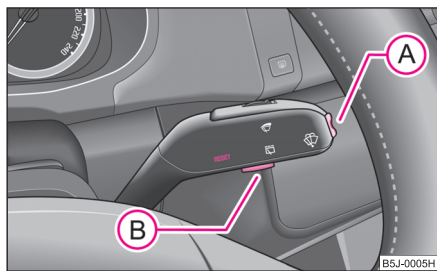

Fig. 6 Indicatorul multifuncțional: Elementele de comandă
Comutarea între cele două memorii se face de la tasta **B** ⇒ pagina 15, fig. 6.
Tasta basculantă (A) și tasta (B) se găsesc în maneta de acționare a ștergătoarelor de parbriz ⇒ fig. 6.
Dacă vreți să determinați consumul mediu de carburant într-un anumit interval de timp, trebuie să ștergeți memoria cu ajutorul tastei (B) ⇒ pagina 15, fig. 6. După ștergere, în primii 300 metri, pe display se vor afișa linii.
Pe display apare durata de deplasare de la ultima ștergere a memoriei ⇒ pagina 14. Dacă doriți să determinați durata de deplasare de la un anumit moment, ștergeți memoria apăsând tasta (B) ⇒ pagina 15, fig. 6.
Pe display apare distanța parcursă de la ultima ștergere a memoriei ⇒ pagina 14. Dacă doriți să determinați kilometri parcurși de la un moment dat, ștergeți memoria în momentul în care doriți să înceapă calcularea; ștergerea memoriei se face de la tasta (B) ⇒ pagina 15, fig. 6.
⇒ pagina 14. Dacă doriți să determinați viteza medie într-un anumit interval de timp, trebuie să ștergeți memoria cu ajutorul tastei **B** ⇒ pagina 15, fig. 6.